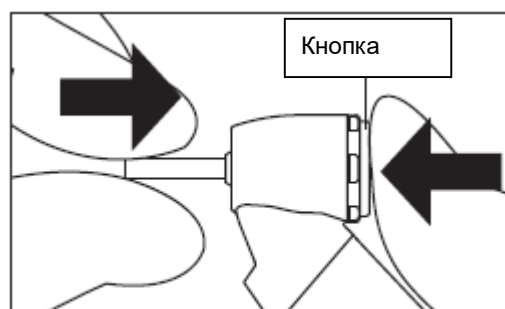

Рис. 2
- 1) Вставьте бор до упора в отверстие цанги (Рис. 2)